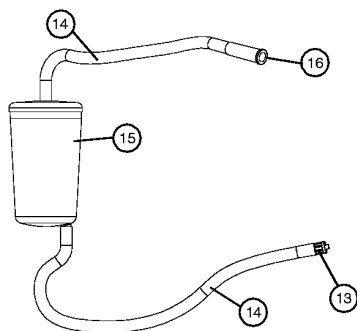

図2
2. 調圧器付の吸引源を準備し、吸引圧を-400mmHg にセットする。清潔操作を用いて、スターフィッシュ NS ハートポジショナーとキャニスターチュービングセットのルアーコネクションのチューブを接続する。キャニスターチュービングセットの対側端を規定の真空源に接続する (図 2 参照)。キャニスターチュービングセットの他端をレギュレーターに接続する。清潔野のストップコックを用いて、手術中の真空状態をコントロールする (on/off)。